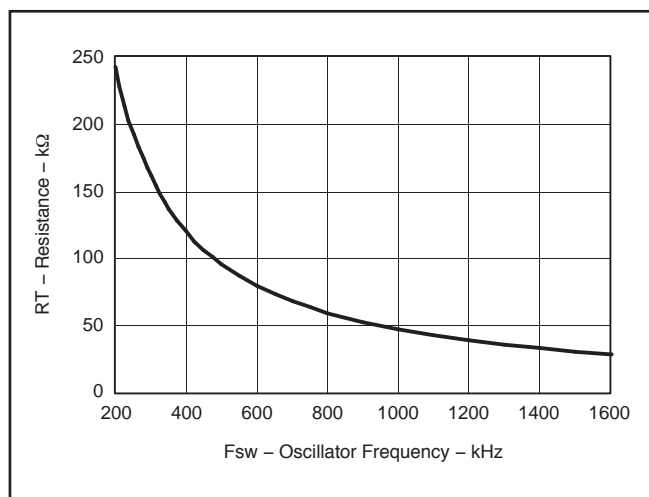

図 20. RT設定抵抗 対 スイッチング周波数
特定のスイッチング周波数に対するRT抵抗を決定するには、式 (4) を用いるか、図20の曲線を使用します。ソリューション・サイズを小さくするには、スイッチング周波数をできるだけ高く設定しますが、電源効率と最小制御可能オン時間の間でトレードオフを考慮する必要があります。